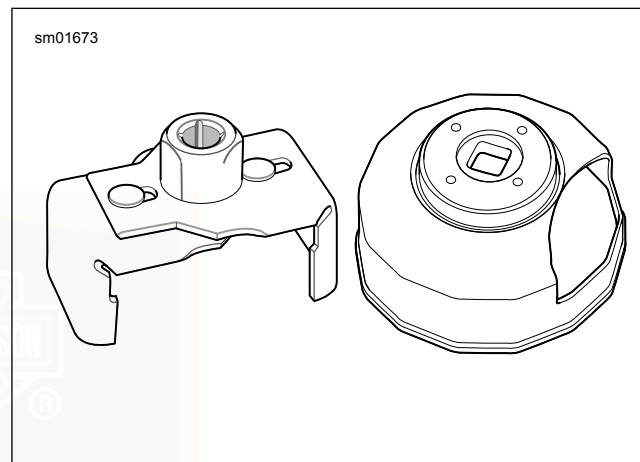

Abbildung 41. Ölfilterschlüssel
4. Siehe Abbildung 41. Den Ölfilter mit dem ÖLFILTERSCHLÜSSEL (TEILE-NR.: HD-42311) oder dem ÖLFILTERSCHLÜSSEL (TEILE-NR.: HD-44067) entfernen. Altes Dichtungsmaterial von der Ölfilterbefestigungsfläche entfernen.